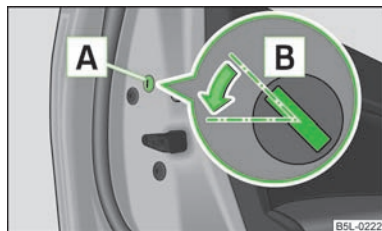

Fig. 13
- Desmontar el paramento [A] » fig. 13.